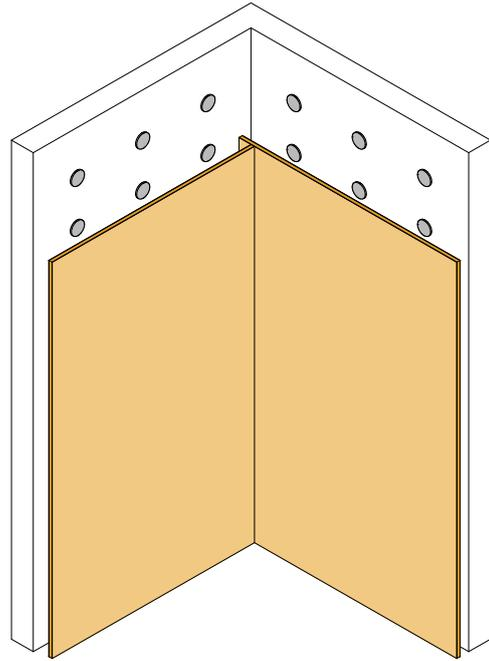

ABBILDUNG 9: Eckbeschlag
13. Das gebräuchlichste Verfahren an den Ecken ist eine Überlappung der Platten. [Abb. 9]